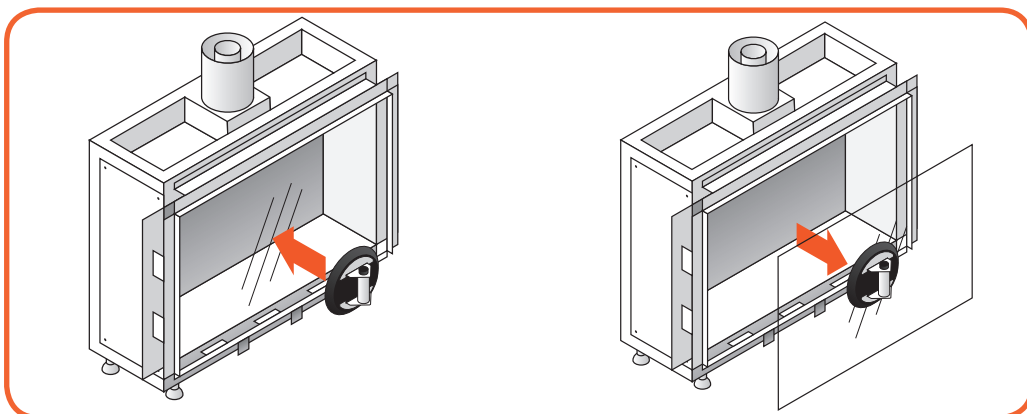

Abb. 10.7 & 10.8 - Anlegen des Saugnapfes & Herausnehmen der Scheibe
- Lösen Sie die Gurte, die die Scheibe halten (siehe **Abbildung 10.7**).